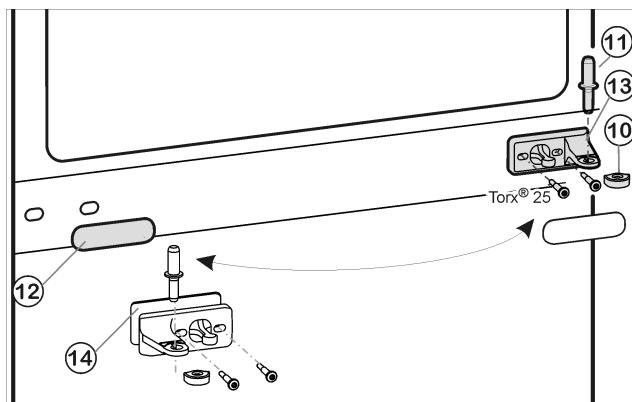
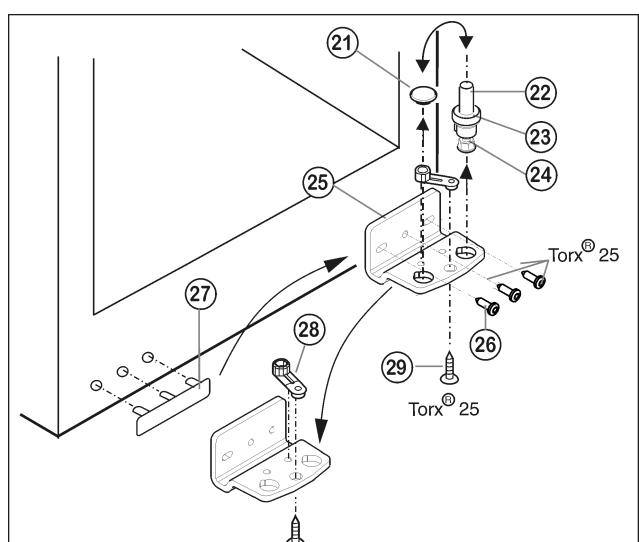

Fig. 6
Fig. 7
- Extraiga el perno de cojinete intermedio Fig. 6 (11) del soporte de cojinete y de la puerta inferior.
- Retire la tapa de plástico Fig. 6 (10).
- Desatornille el soporte de cojinete intermedio Fig. 6 (13) (2 Torx® 25).
- Extraiga con cuidado el panel de protección Fig. 6 (12).
- Atornille el soporte de cojinete intermedio Fig. 6 (13) con la base Fig. 6 (14) en el nuevo lado de la bisagra girándolo 180° (**con 4 Nm**) para fijarlo.
- Vuelva a encajar el panel de protección Fig. 6 (12) girándolo 180° en el nuevo lado del tirador.
- Extraiga hacia arriba el perno de cojinete Fig. 7 (22) completo, con la arandela Fig. 7 (23) y la pata de ajuste Fig. 7 (24).
- Desmonte el tapón Fig. 7 (21).
- Desatornille Fig. 7 (26) el soporte de cojinete.
- Desatornille Fig. 7 (29) la pieza de cojinete y cámbiela al orificio de alojamiento opuesto del soporte de cojinete, volviéndola a atornillar.
- Desmonte la cubierta en el lado del tirador Fig. 7 (27) con cuidado y cámbiela al lado opuesto.
- Vuelva a atornillar el soporte de cojinete Fig. 7 (25) en el nuevo lado de la bisagra (**con 4 Nm**) para fijarlo; dado el caso, utilice un destornillador de batería.
- Vuelva a colocar el tapón Fig. 7 (21) en el otro agujero.
- Vuelva a colocar el perno de cojinete Fig. 7 (22) completo, con la arandela y la pata de ajuste. Preste atención a que el saliente de retención esté orientado hacia detrás.
- Coloque la puerta inferior desde arriba sobre el perno de cojinete inferior Fig. 7 (22).
- Vuelva a colocar la tapa de plástico Fig. 6 (10) en el soporte de cojinete intermedio Fig. 6 (13).
- Inserte en la puerta inferior el perno de cojinete intermedio Fig. 6 (11) en el nuevo lado de la bisagra a través del soporte de cojinete intermedio Fig. 6 (13).
- Coloque la puerta superior sobre el perno de cojinete intermedio Fig. 6 (11).
- Dado el caso, alinee las puertas a través de los dos agujeros oblongos en el soporte de cojinete inferior Fig. 7 (25) y el soporte de cojinete intermedio Fig. 6 (13) a ras de la carcasa del aparato. Para ello, desenrosque el tornillo intermedio del soporte de cojinete inferior Fig. 7 (25).